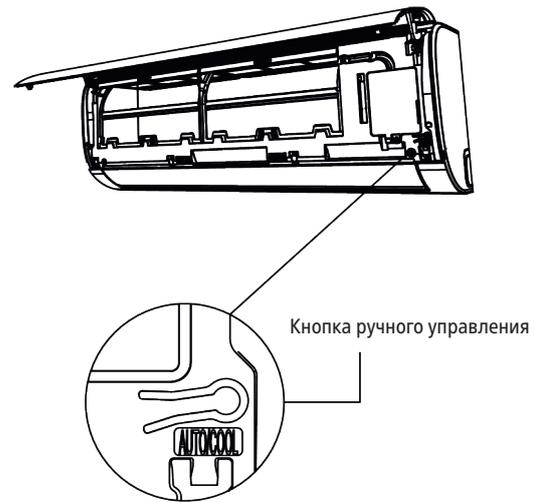

Рис. 8.1
2. Кнопка **MANUAL CONTROL** [Ручное управление] расположена с правой стороны блока. Чтобы перейти в режим **COOL** нажмите кнопку 2 раза (см. **рис. 8.1**).